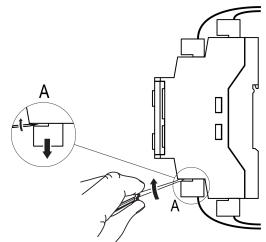

Рисунок 3 – Отсоединение съемных частей клемм
2. Отделить от прибора съемные части каждой из клемм вместе с подключеннымными внешними линиями связи с помощью отвертки или другого подходящего инструмента (см. рисунок 3).